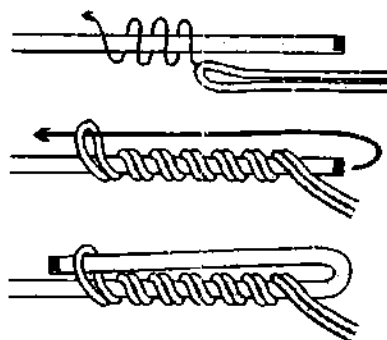

Рис. 824. **Затяжной узел.**
**Затяжной узел** очень крепкий и надёжный узел для связывания лесок разного диаметра или сделанных из разного материала (рис. 824). Узел прост для запоминания легко вяжется и хорош тем, что это практически единственный узел для лесок, который можно развязать. **Затяжной узел** работает по такому же принципу, что и безузловое соединение (рис. 692).